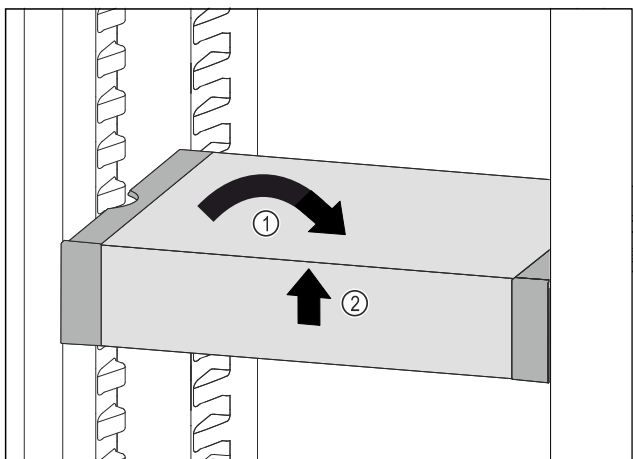

Fig. 79
- ▶ VarioSafe postavte rovně. Fig. 79 (1)
- ▶ VarioSafe vpředu zvedněte. Fig. 79 (2)